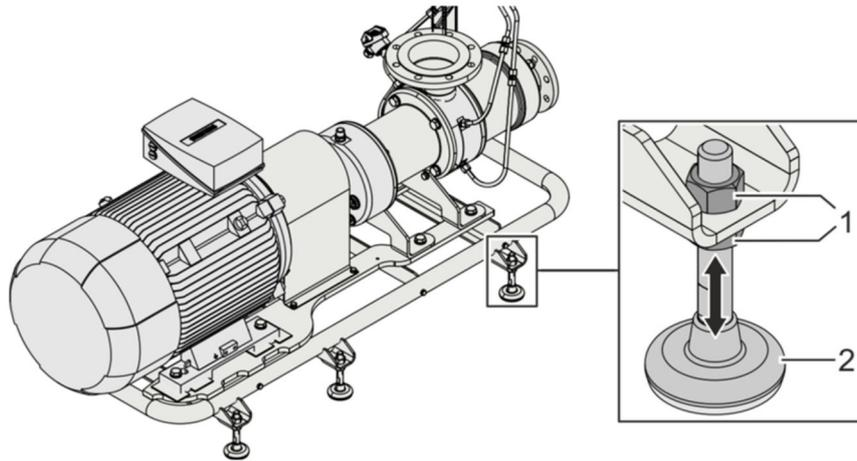

Abb. 7: Pumpenaggregat ausrichten
- Muttern (Nr.1 in *Abb. 7 „Pumpenaggregat ausrichten“ auf Seite 37*) am Kalottenfuß (Nr. 2 in *Abb. 7 „Pumpenaggregat ausrichten“ auf Seite 37*) lösen.